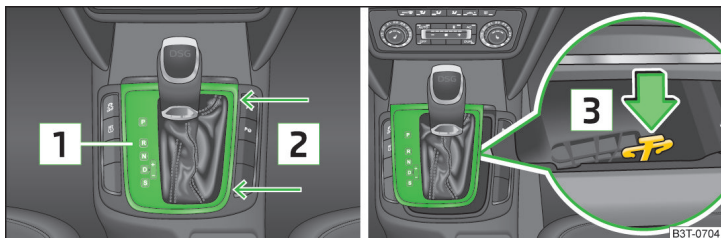

Fig. 192 Deblocarea de urgență a selectorului de viteze
- › Prindeți capacul [1] în zona săgeților [2] » fig. 192 și trageți cu grijă în sus.